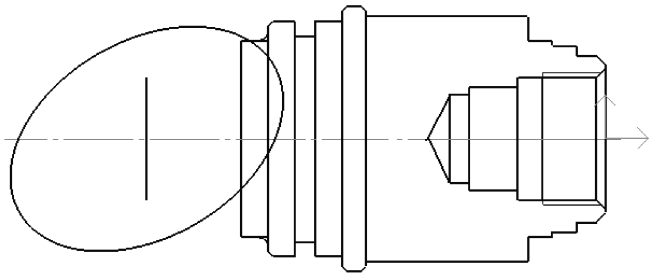

图 8-133 旋转椭圆外轮廓
2) 在菜单栏中选择【绘图】→【椭圆】命令,或者单击【绘图】工具栏中的  按钮,在弹出的立即菜单中选择【给定长半轴】选项,并设置【长半轴】为“30”,【短半轴】为“20”,【旋转角】为“30°”,【起始角】为“0°”,【终止角】为“360°”,状态栏中提示基准点应在绘图区,捕捉刚绘制的椭圆基准点,然后单击【确定】按钮,生成如图 8-133 所示的图形。